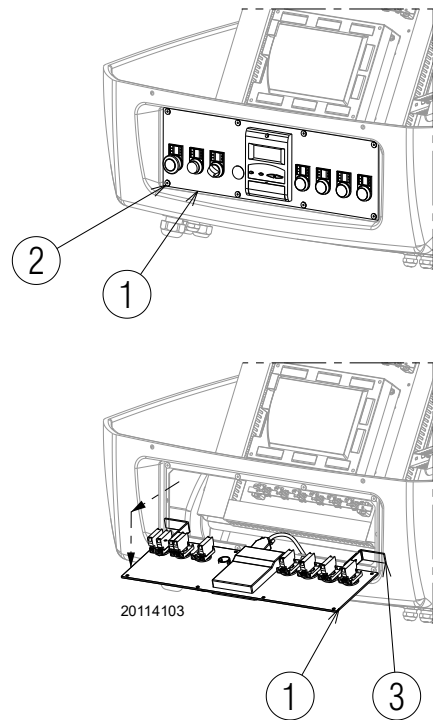

Fig. 41
- extraire le panneau de commande 1) et le tourner 90°, en l'accrochant avec les brides 3) correspondantes dans le profil du tableau électrique comme indiqué dans la Fig. 41;